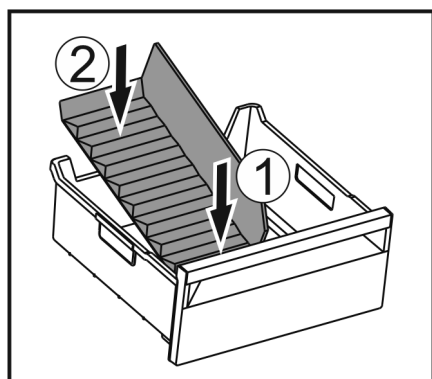

Fig. 49
- ▶ Włożyć najpierw separator z przodu Fig. 49 (1).
- ▶ Opuścić tylną część Fig. 49 (2).